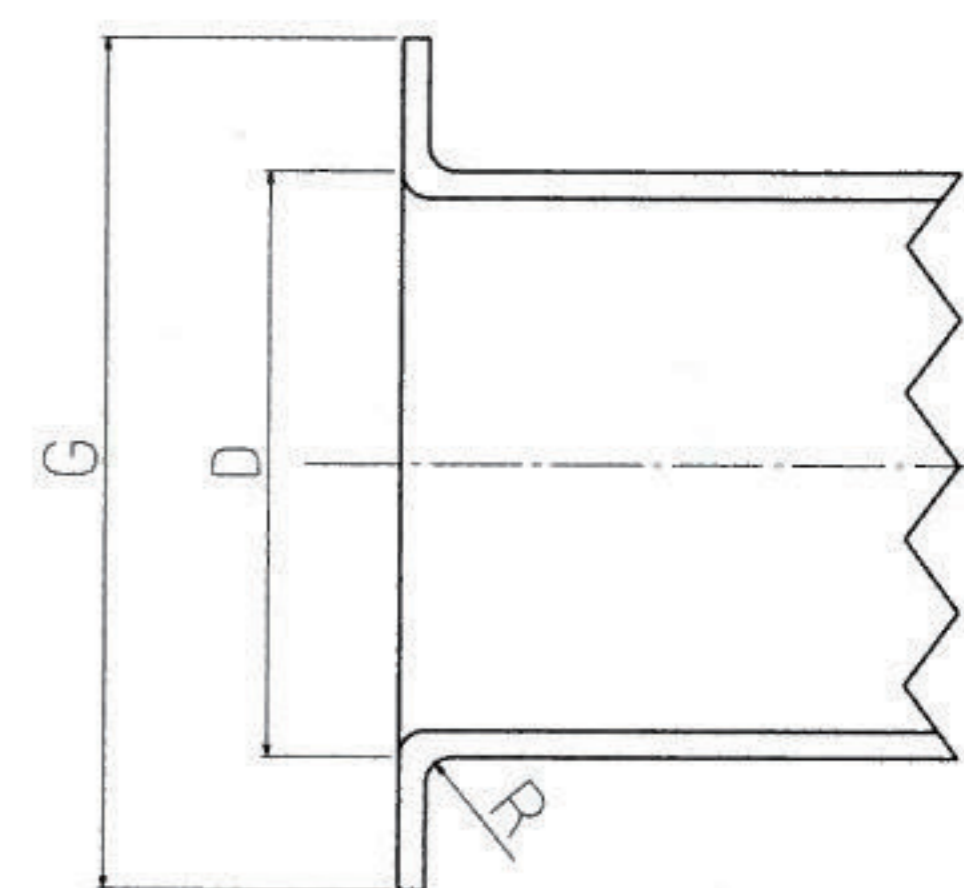

図3 つば出し部
(1) つばの形状及び寸法は、表3、図3及び図4による。
(4) つば径の許容差は、全サイズ-3mm、+はボルト穴内径までとする。